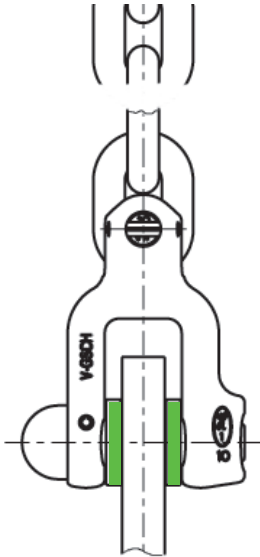

Abbildung 2: VGSCH mit Distanz-Scheiben
- Um einseitige Belastung des Schäkels zu vermeiden, sind Distanz-Scheiben auf beiden Seiten des Bolzens zulässig (siehe Abbildung 2).